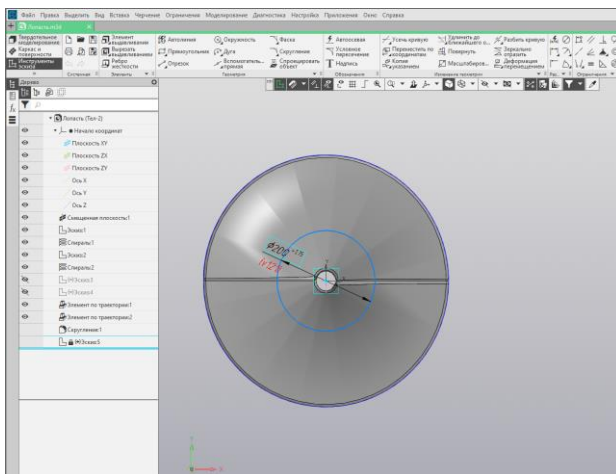

Рис. 54.
1) Создайте эскиз  основания конуса на **Плоскости XY** — окружность  диаметром **200**. Проставьте размер (рис. 54).